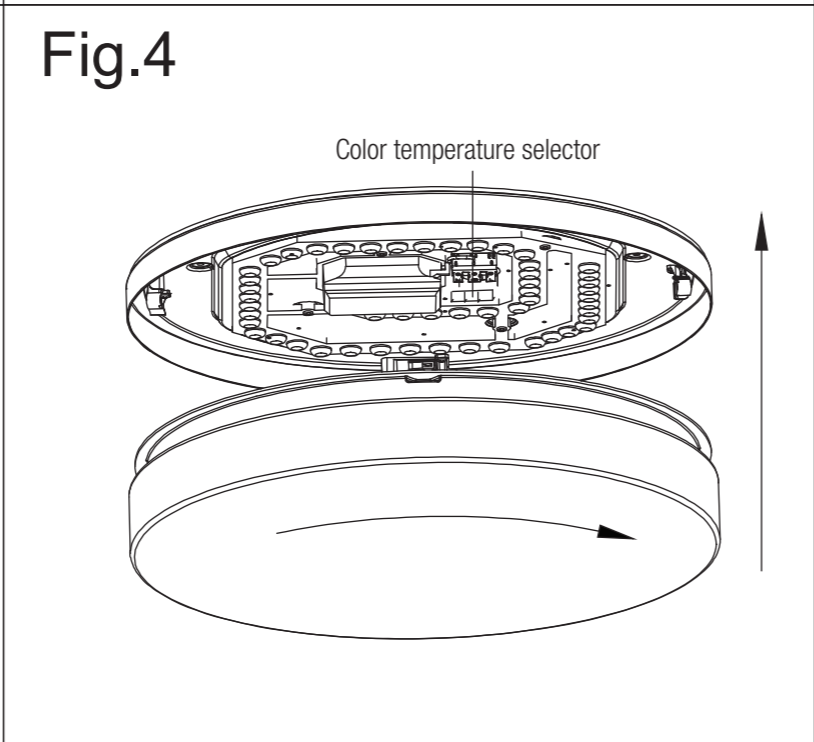

Fig.4
- Установите диффузор обратно в основание, повернув его вправо (рис. 4).